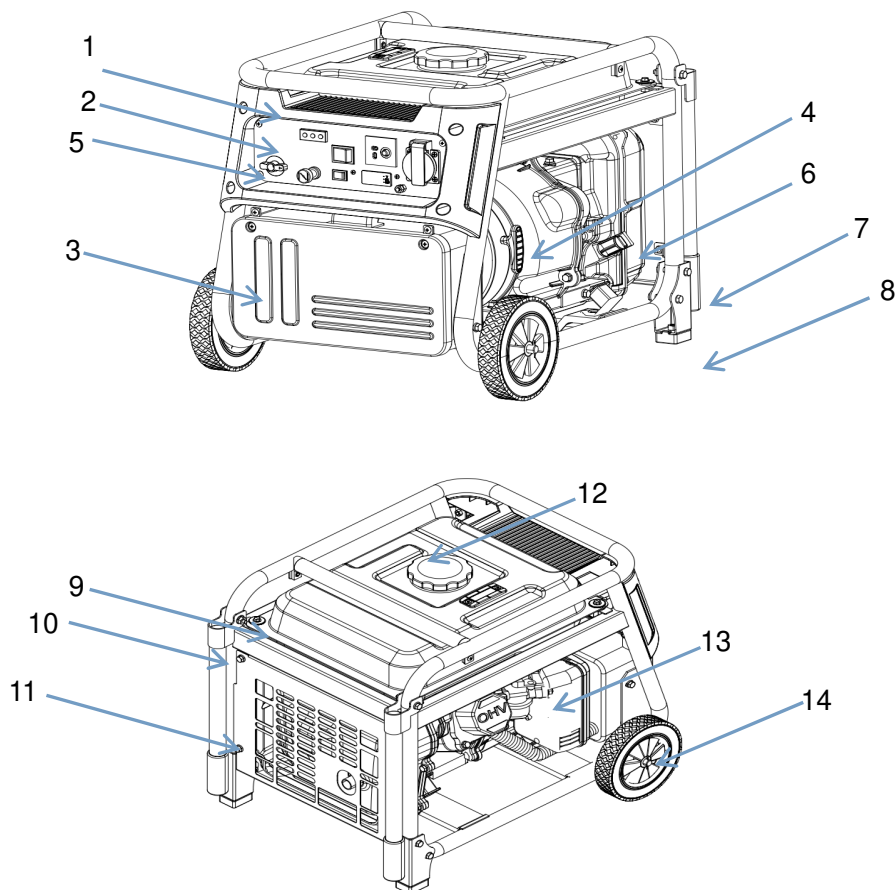

Figura 1.
2.1 Configurazione complessiva, Figura 1.